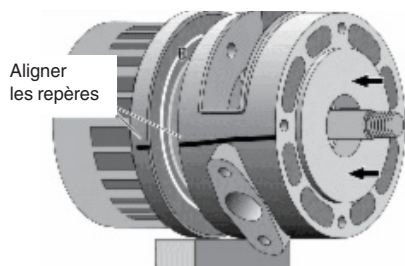

Figure 22
4. Faites glisser avec précaution l'adaptateur sur l'arbre (voir la figure 22). N'endommagez pas la surface d'étanchéité de l'arbre; elle est très bien polie et la moindre rayure ou entaille l'endommagera.